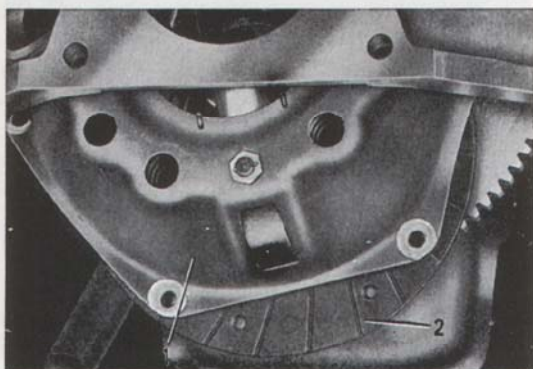

Bild 6. Demontering av koppling, tid. utf.
7. De sex skruvarna som håller kopplingen vid svänghjulet lossas korsvis ett par varv i sänder, för att icke brytningar skall uppstå, samt borttages. Håll i kopplingen så att den icke faller i golvet. Kopplingen och lamellen kan nu tagas bort nedåt, bild 6.